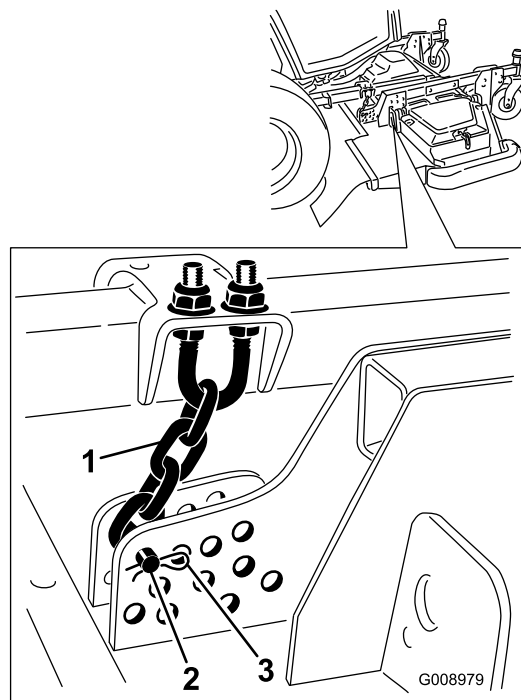

Figura 24
5. Retire el pasador de horquilla y el pasador que fijan las cadenas de ajuste de la altura de corte a la parte trasera de la unidad de corte (Figura 24).